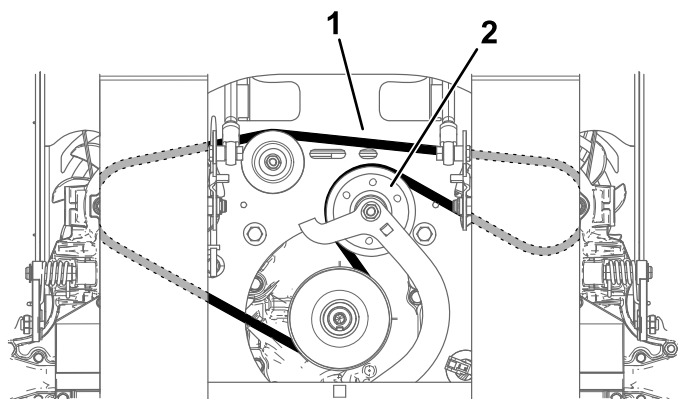

Figura 59
7. Retire a correia (Figura 59).
9. Instale a nova correia, encaminhando-a em redor das polias como se mostra na Figura 59.